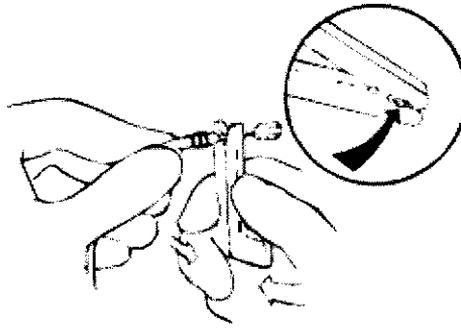

Figura 4. Colocación de las pinzas en la clavija de conexión.
3. Junte las dos patillas de las pinzas de fijación y coloque el orificio más distal de las pinzas en la clavija de conexión (Figura 4).